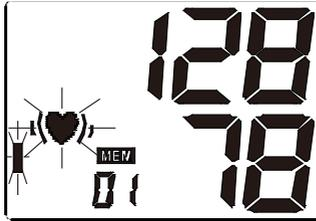
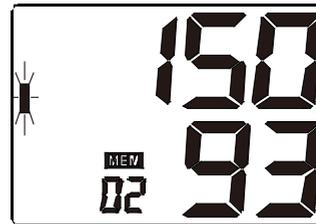

Abbildung 7-6
Abbildung 7-9
- d. Während der Mittelwert angezeigt wird, drücken Sie die Taste “MEM“, um das jüngste Ergebnis aufzurufen. Siehe Abbildung 7-6. In Folge werden Blutdruck und Herzfrequenz getrennt angezeigt. Falls eine Herzrhythmusstörung festgestellt wurde, beginnt das entsprechende Symbol auf dem Display zu blinken. Siehe Abbildungen 7-7 & 7-8. Drücken Sie erneut die Taste “MEM“, um das folgende Ergebnis anzuzeigen. Siehe Abbildung 7-9. Durch weiteres Drücken der Taste “MEM“ können so die entsprechenden Ergebnisse der zuvor durchgeführten Messungen angezeigt werden.